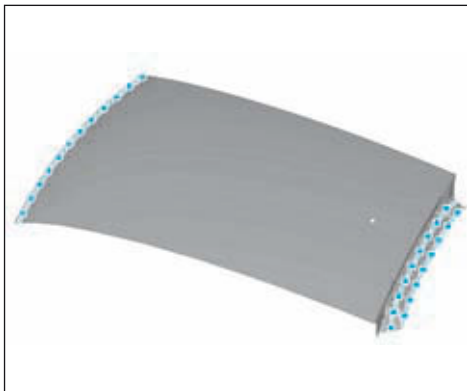

FIG.125
- Préparer les zones d'accostages sur le pavillon (Fig.125).